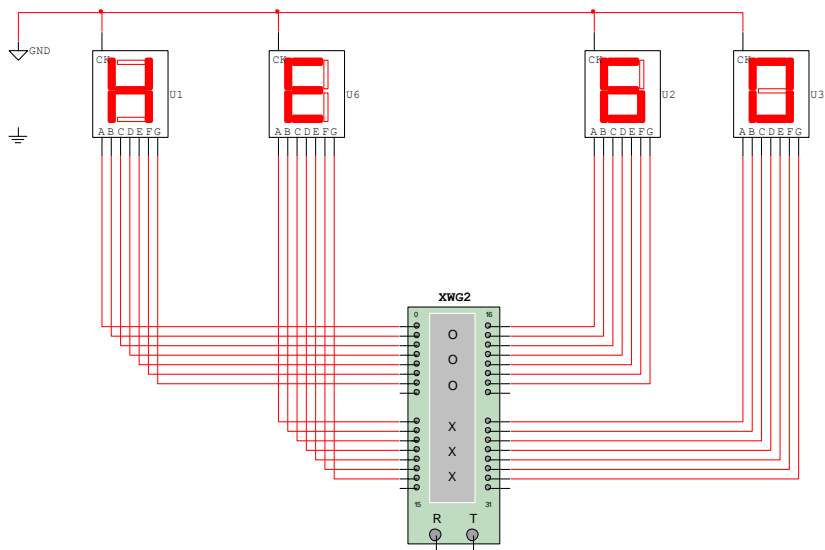

Рис. 76. Схема вывода «бегущей строки» на дисплей
1. Собрать схему, изображенную на рис. 76. Поместить на неё четыре семисегментных индикатора с общими катодами и генератор слов.